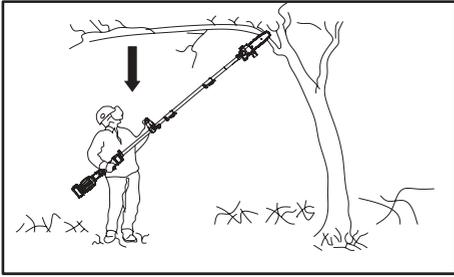

Fig. 47
6. No se coloque nunca directamente bajo la rama que está cortando. Los objetos pueden caer de forma distinta de la prevista. Colóquese siempre fuera de la trayectoria de caída (Fig. 47).